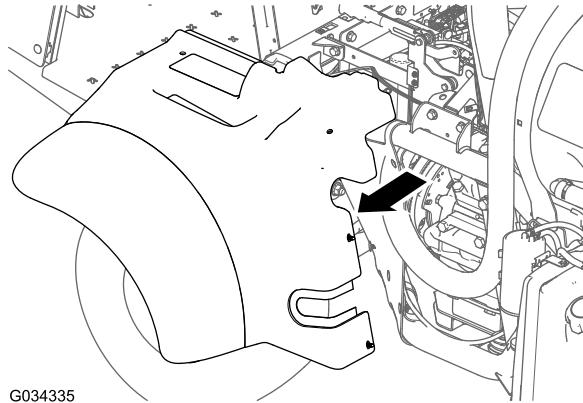

Figura 4
3. Sollevate la base del sedile e il paraurti via dal freno di stazionamento e dalla macchina (Figura 4).